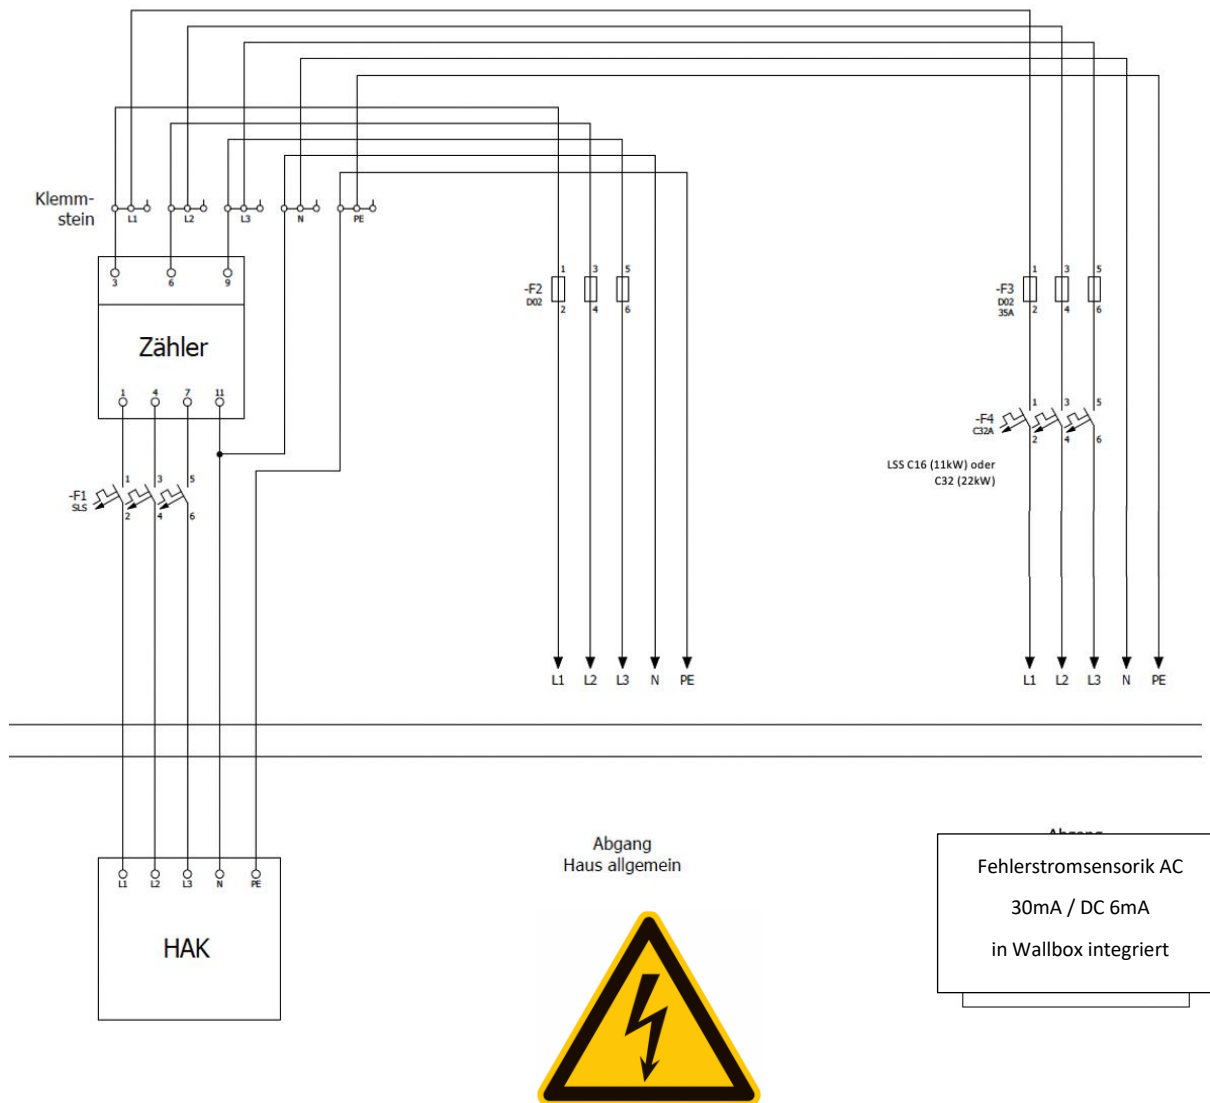

Abbildung 15 - Anschlussplan
- Dieser Taster (siehe Abbildung 15) wird verwendet, um den Ladevorgang manuell starten und stoppen zu können. Die Funktion des Start-Stopp-Schalters kann im Display (DaheimLader Touch PRO - Einstellungs-Menü) und auf dem lokalem Konfigurationsportal (DaheimLader Touch PRO + Smart PRO) der Ladestation aktiviert und deaktiviert werden (siehe Kapitel 6.1 / Kapitel 6.2).